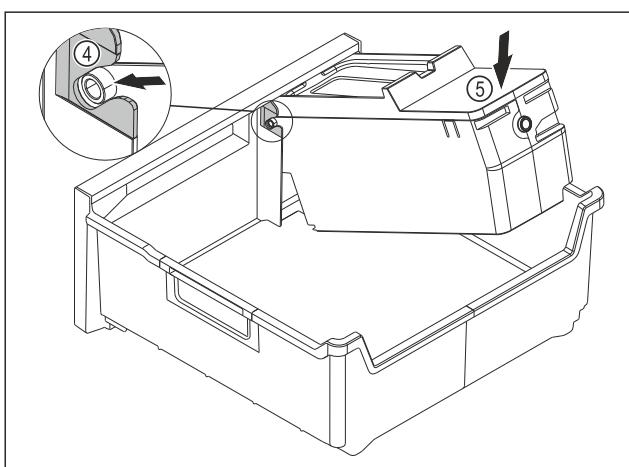

Fig. 187
- Montirajte glavni del EasyTwist-Ice: Osi glavnega dela EasyTwist-Icepotisnite v vodila Fig. 187 (4).
- Glavni del EasyTwist-Ice Fig. 187 (5) potisnite zasad navzdol.